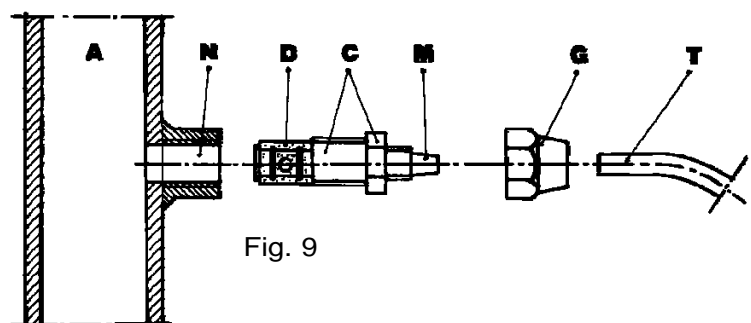

Fig. 9
h. Sur la conduite de l'installation à traiter appliquer, à l'endroit le plus approprié pour injecter le produit à doser, un raccord de 3/8" gaz femelle. Ce raccord n'est pas compris dans la fourniture. Visser la soupape d'injection dans le raccord en utilisant comme joint un ruban en Téflon® (Fig. 9) Raccorder le tube au raccord conique de la soupape d'injection et le bloquer avec la bague G. La soupape d'injection est également une soupape de non retour.
(fig.9)